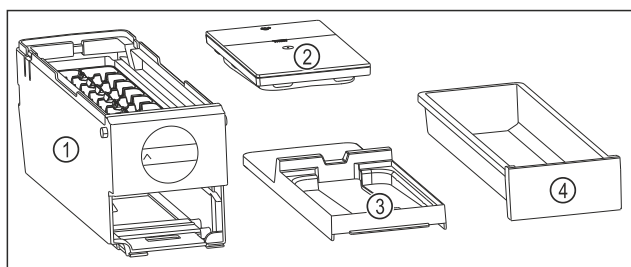

Fig. 80 Súčasti EasyTwist-Ice
- ▷ EasyTwist-Ice je rozložený na štyri časti. (pozri Fig. 80)
- Rozložte EasyTwist-Ice len na tie súčasti, ktoré sú na obrázku. (pozri Fig. 80)
- Korpus EasyTwist-Ice Fig. 80 (1) vyčistite ako celok.